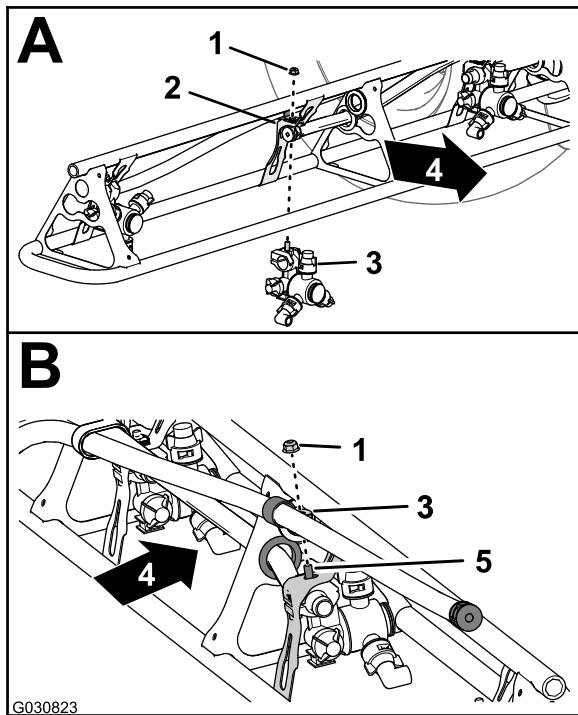

图109
- 在喷嘴的位置 1 和 4 处使用在 从外部喷洒臂段上卸下喷嘴 \(页码 37\) 的步骤 2 中卸下的凸缘锁紧螺母 5/16 英寸将喷嘴安装到喷嘴固定架 图109 中的 A 上。
- 在喷嘴的位置 2 和 3 处使用在 从外部喷洒臂段上卸下喷嘴 \(页码 37\) 的步骤 2 中卸下的凸缘锁紧螺母 5/16 英寸将喷嘴安装到喷嘴固定架 图109 中的 A 和 B 上。